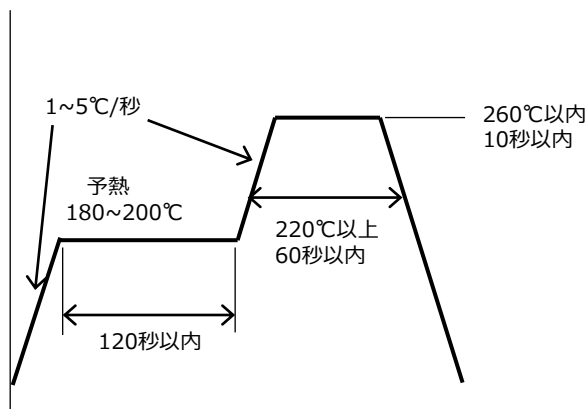

図7. リフロー推奨条件
- ① リフローによるはんだ付けは、2回まで可能です。
- ② リフロープロファイルは図7の条件を参考に、ご使用になるはんだペーストの推奨条件に合わせてください。
- ③ ピーク温度からの冷却温度勾配は、急冷却を避けてください。
- ④ 大気リフローの場合は、リフロー時の熱や雰囲気の影響により、光学的劣化を起こすことがあります。リフローに際しては、窒素リフローを推奨します。